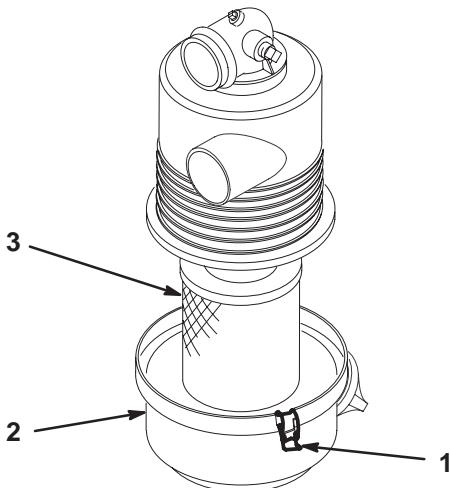

Figure 20
3. Desserrez les fixations qui maintiennent le couvercle sur le corps du filtre à air. Ôtez le couvercle du corps et nettoyez l'intérieur du couvercle (Fig. 20).
4. Sortez l'élément filtrant du corps du filtre avec précaution pour ne pas déloger trop de poussière (Fig. 20). Evitez de cogner l'élément contre les parois du filtre.